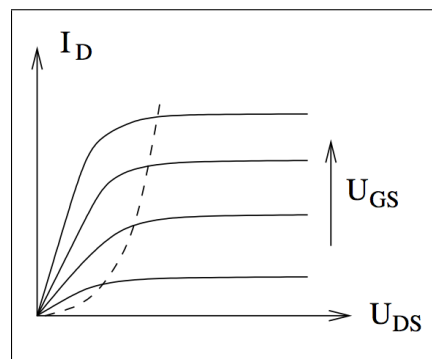

Abbildung 4.23: FET Kennlinie
- Die Ausgangskennlinie für FETs ist in Abb. 4.23 dargestellt. Links der Kniespannung (gestrichelte Linie) bestimmt die Gatespannung den Widerstand, rechts davon befindet sich der Sättigungsbereich, wo der Strom fast konstant wird und der FET also als gesteuerte Stromquelle arbeitet.